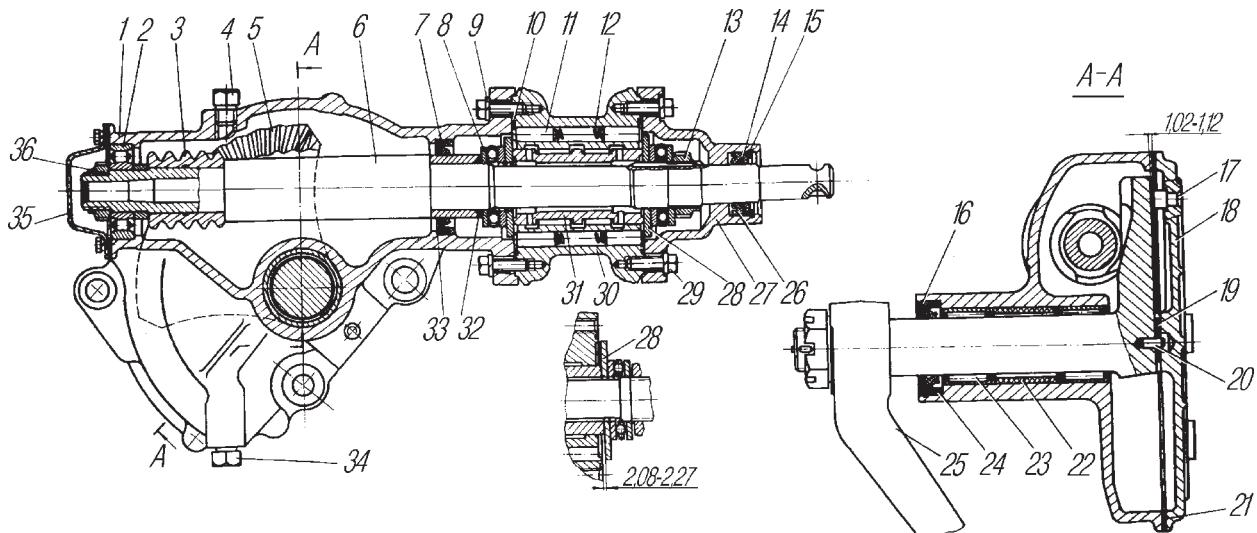

Рис. 58. Механизм рулевой (червяк-боковой сектор):
**Рулевой механизм с клапаном управления усилительным механизмом** состоит из червяка 3 (рис. 58) и червячного сектора 5 со спиральными зубьями. Сошка 25 рулевого управления соединена с валом сектора коническим шлицевым соединением. Сектор упирается в боковую крышку 18 картера через регулировочные шайбы 19.
**Регулировка зацепления рулевого механизма** (см.рис. 58) должна производиться после полной сборки клапана управления усилительным механизмом. При правильно собранном клапане управления зазор между торцом корпуса клапана и торцом подвижного кольца плунжеров должен быть 2,08-2,27 мм. При проверке этого зазора щупом сектор введите в зацепление с червяком и создайте момент на валу червяка 17-19 Н.м (1,7-1,9 кгс.м).